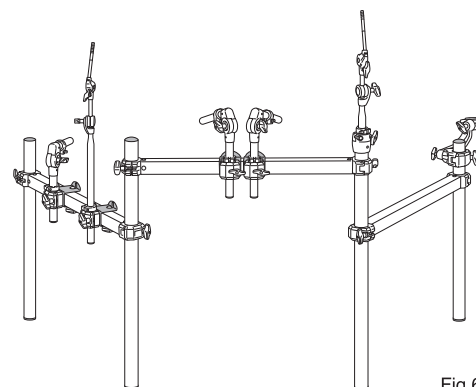

Fig.6
6. Basic Drum Rack assembly is complete (Fig.6). Install Tom Pads placing the 10" and 12" on the front bar and 14" on the side extension. Next, attach Cymbal Pads and Module to respective mounts. Adjust the height and position of all components as desired.
これでドラムラックの仮組みは終了です (Fig.6)。タムパッドやシンバルパッド、音源モジュールを取り付けた後に、高さや位置の微調整を行ってください。